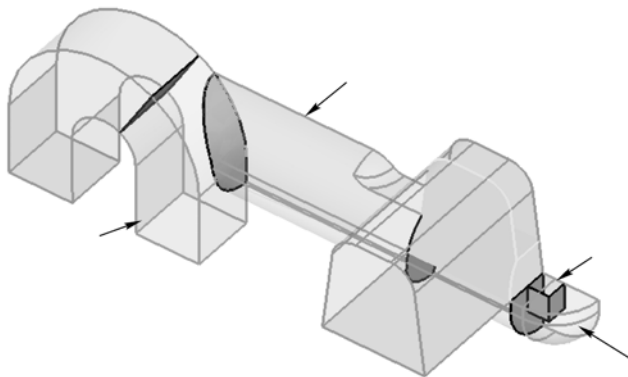

图 5-20 选择 4 个实体
- (1) 进入 edge edit 面板。
- (2) 选择 (un) suppress 子面板。
- (3) 选择 lines>by geoms。
- (4) 激活 solids 选择器，选择如图 5-20 所示 4 个实体。